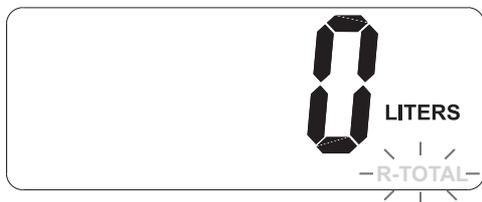

FIG. 8 Unité de mesure programmée
2. Lorsque l'indication R-TOTAL clignote (FIG. 8) :